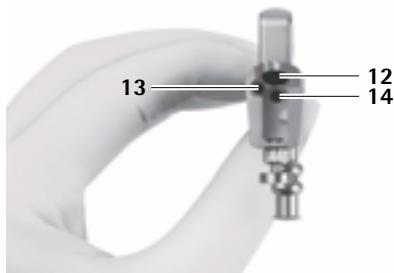

Abb. 1
- Obturator für ovalen Arbeitskanal 7 in Arbeitskanal 12 einführen, siehe Abb. 1.
Der Ablauf der Spülflüssigkeit erfolgt über den Arbeitskanal groß 12 und den Arbeitskanal klein 13, siehe Abb. 1.